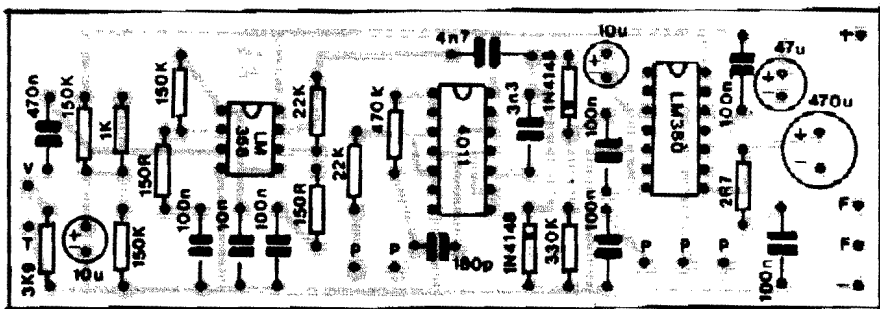

Fig.3
- FIG. 3 - CHAPEADO DA MONTAGEM - O "outro" lado da plaquinha (não cobreado), já com a maioria das peças devidamente posicionadas... Todos os componentes são mostrados com os respectivos códigos, valores e outras indicações importantes quanto à polaridade, etc. Lembremos que as peças polarizadas (Integrados, diodos e capacitores